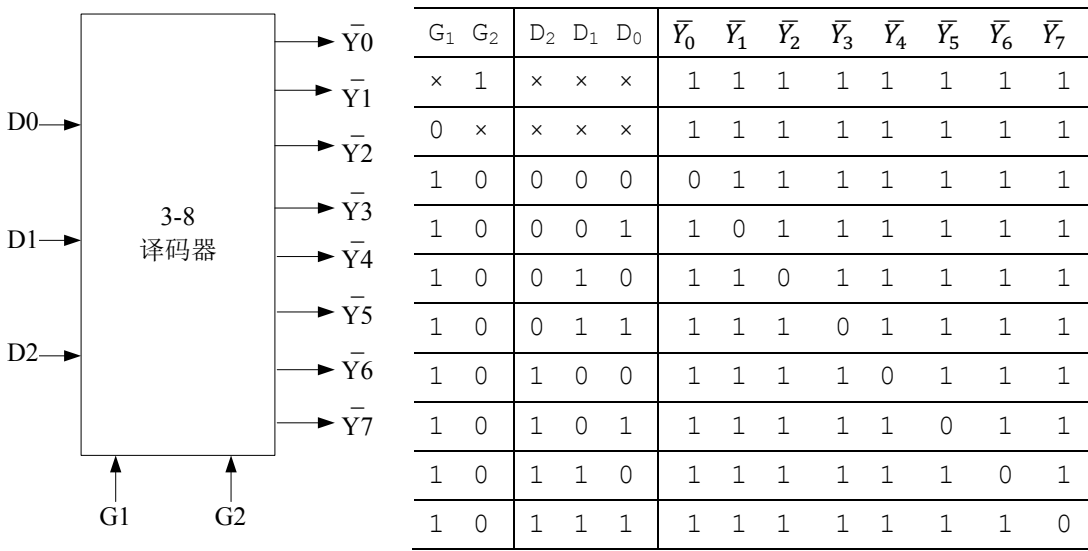
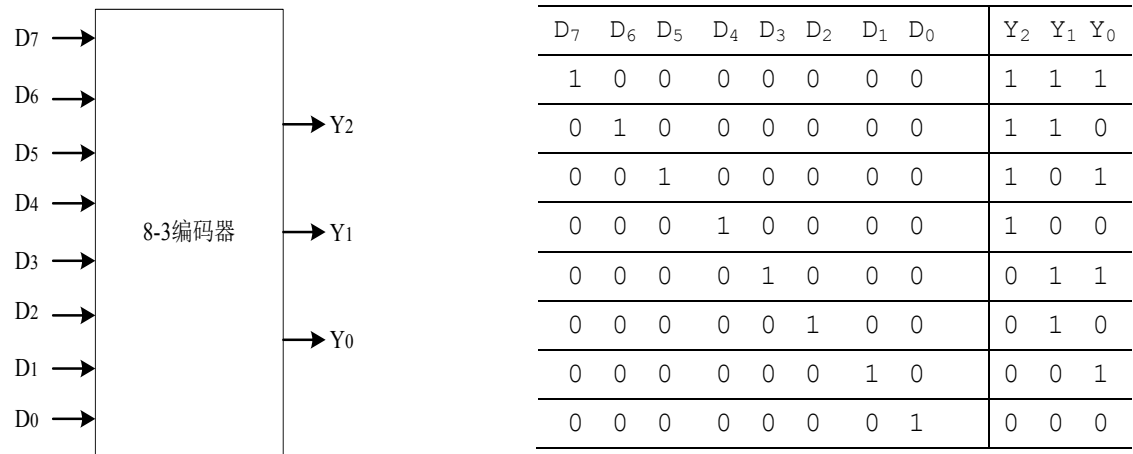

图 6.3.1 3-8 译码器及其真值表
图 6.3.3 普通 8-3 编码器及其真值表
实现译码功能的组合逻辑电路称为译码器，它的输入是一组二进制代码，输出是一组高低电平信号。所要建模的 3-8 译码器及真值表如图 6.3.1 所示，它有三个编码输入、八个输出和二个使能输入端(G_1 ， G_2)。作为译码器使用时，使能端必须满足 $G_1=1$ ， $G_2=0$ 。
用来完成编码工作的电路称为编码器。它可以实现对一组输入信号的二进制编码。图 6.3.3 为所要建模的普通 8-3 编码器及其真值表。它有 8 个输入以及 3 个输出，真值表中每行只有一个输入电平有效（高电平为 1，低电平为 0）。
1. 请根据图 6.3.1 和图 6.3.3 中的真值表列写 3-8 译码器和普通 8-3 编码器的逻辑表达式，并用 logicsim 画出电路原理图，验证逻辑。